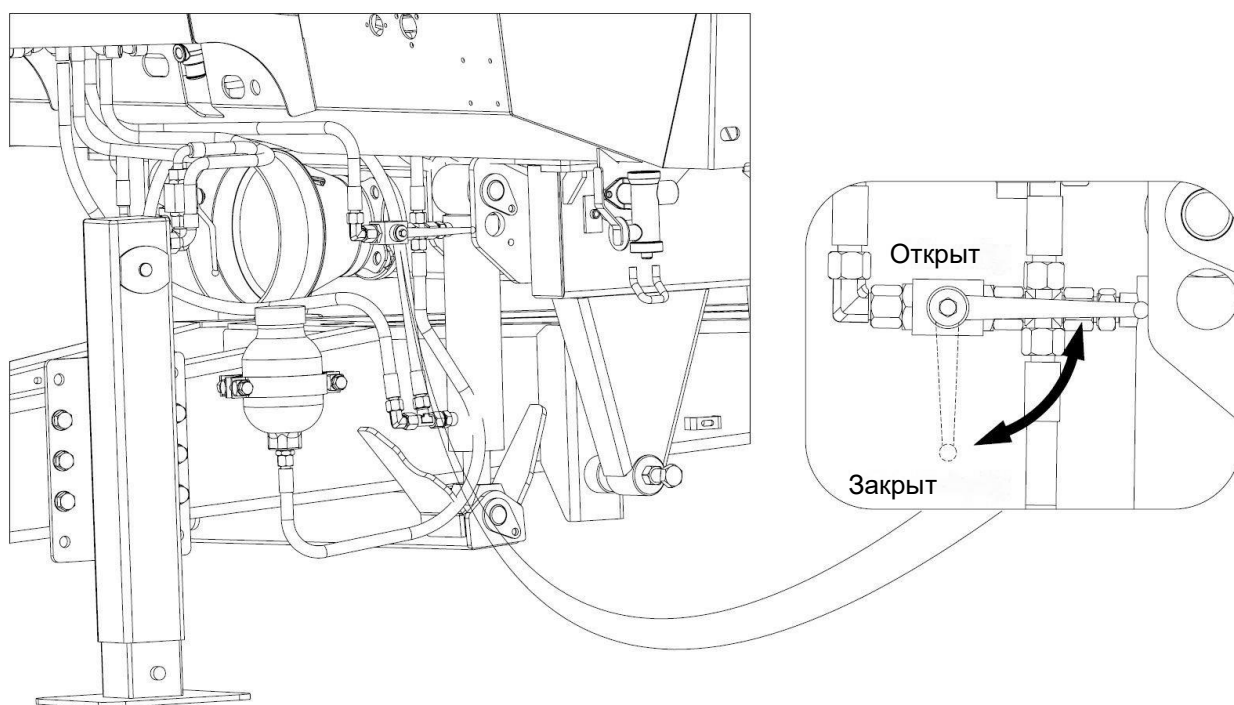

Рисунок 17. Гидравлический клапан управления (отключения) амортизатором дышла
Собранный на заводе навозоразбрасыватель предназначен для соединения только с нижней сцепкой трактора. Сцепка (2) имеет возможность изменять высоту петли дышла (1) относительно земли – рисунок 17. Это осуществляется с помощью гидравлических цилиндров (3), которые также выполняют функцию амортизаторов дышла. Дополнительный диапазон регулировки может быть получен путем изменения положения привода относительно крепежного отверстия (А) на (В). Для того чтобы
установить петлю дышла на нужную высоту относительно земли и сцепного устройства трактора, необходимо выдвинуть или задвинуть гидравлические цилиндры (3) с помощью внешней гидравлики трактора. Положение дышла на соответствующей высоте также связано с выравниванием разбрасывателя, что обеспечивает равномерное распределение веса разбрасывателя по осям. После агрегатирования навозоразбрасывателя убедитесь, что навозоразбрасыватель правильно выровнен, как без груза, так и с грузом. Также необходимо проверить, чтобы поршневые штоки цилиндров подвески дышла могли работать на минимальном расстоянии 30 - 50 мм. Соблюдение этого расстояния обеспечивает правильную работу подвески дышла. В случае максимального втягивания штоков цилиндров (петля дышла в максимальном верхнем положении) дышло не будет амортизировать, что недопустимо. На правом цилиндре амортизатора дышла установлен гидравлический клапан (Рисунок 17), который служит для перекрытия подачи масла при подключении и отключении гидравлических шлангов дышла (амортизатора дышла).